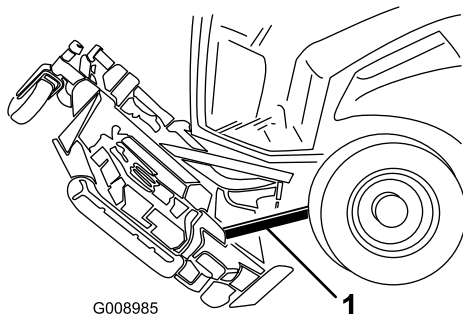

Figura 104
6. Inserite un blocco di legno tra la parte posteriore del piatto e la macchina (Figura 104).